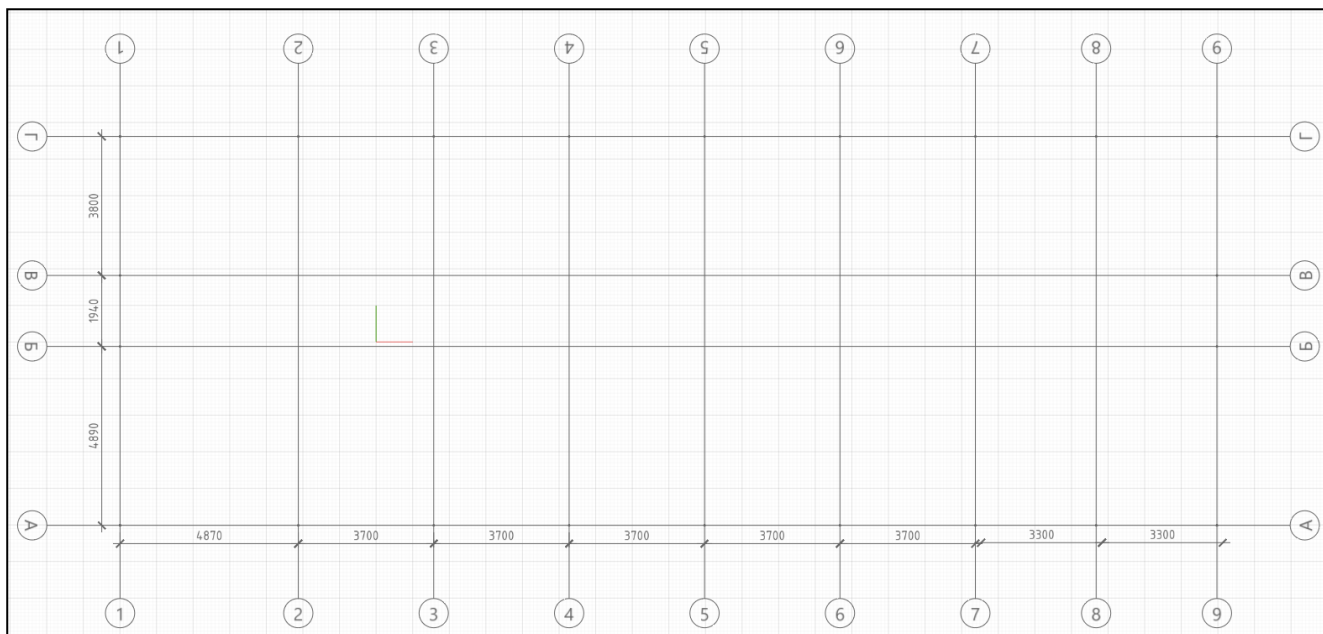

Рисунок 2 – Линии сетки осей
**Обозначения > Тип обозначения**  > **Ось** . Находясь на 3D-виде, постройте в произвольном месте рабочего пространства вида две взаимно перпендикулярные оси. Для того чтобы добавить остальные оси, воспользуйтесь командой копирования. Выделите ось, на панели **Действия > Создать копию** . Таким образом постройте четыре буквенных и девять цифровых осей. Расстояние между буквенными осями – 4890, 1940 и 3800 мм, а между цифровыми осями – 4870, 3700, 3700, 3700, 3700, 3700, 3300 и 3300 мм (см. рис. 2).